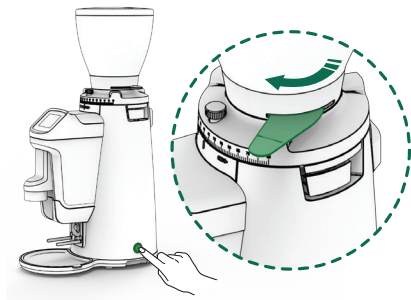

Fig. 4
Enchufar el aparato a la red, apretar el interruptor general de puesta en marcha (13) a la posición ON, y abrir el obturador de café en grano (4) para permitir el paso del café a la cámara de molienda (Fig. 4).